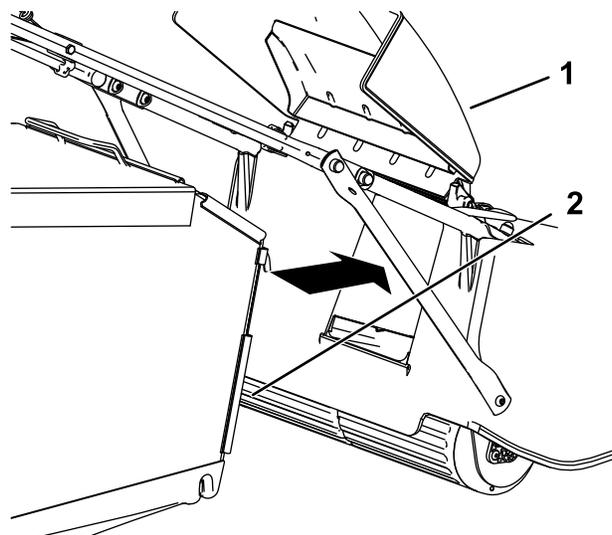

Figura 19
3. Prenda o saco de relva na sua posição (Figura 19).